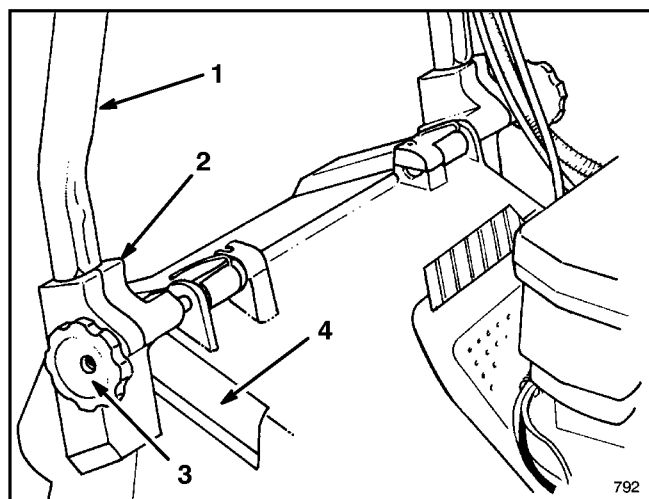
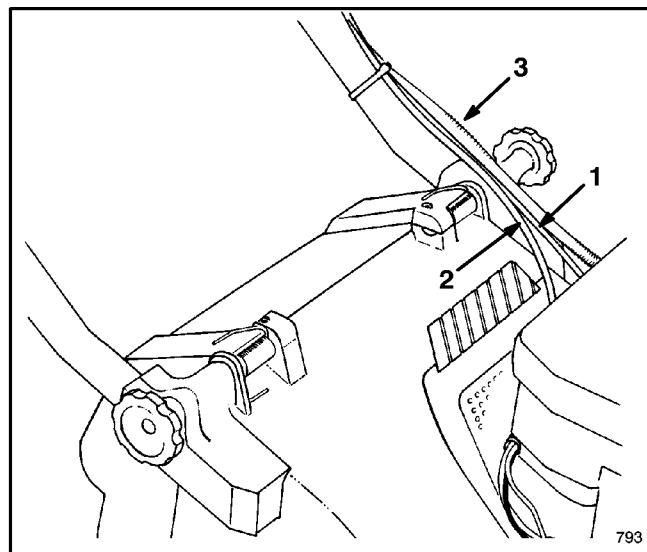

Abbildung 1
Abbildung 2
1. MONTAGE—Drehknöpfe auf der Gestängehalterung lockern (Abb. 1).
3. Die Enden der Griffstange in die Löcher der Gestängehalterung schieben, bis sie sicher gehalten werden (Abb. 1). Sicherstellen, daß Gaszug, Elektrostartkabel (E-Start-Modell) und Antriebskabel an der Gestängehalterung links oben sind (Abb. 2).
4. Den Griff und die Gestängehalterungen nach hinten schwenken, bis die Rastklinken sicher in den Gehäusekasten gehalten werden (Abb. 2).